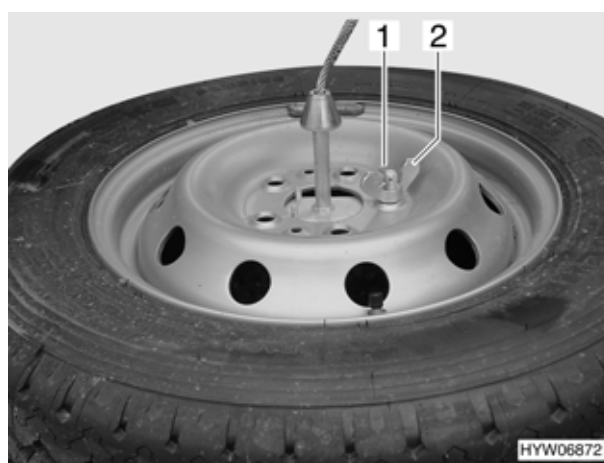

Fig. 183 Ruota di scorta
- Togliere la copiglia (Fig. 183,1) e il dado ad alette (Fig. 183,2) del portaruota di scorta.